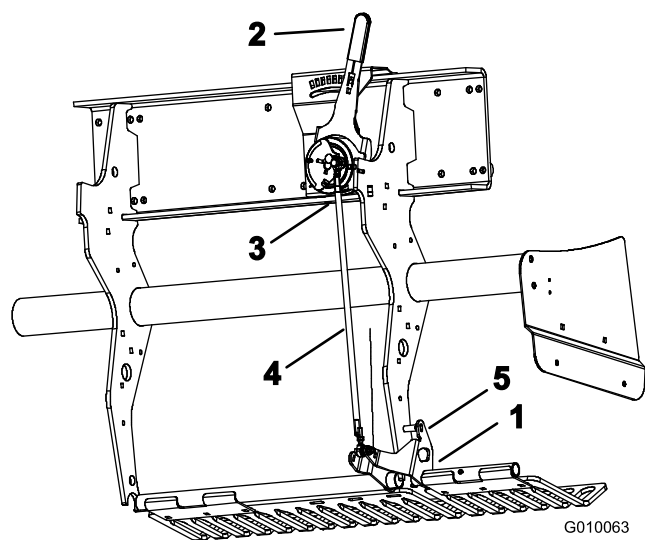

Figure 59
1. Tournez le support de fixation du protège-gazon gauche (Figure 59) jusqu'à ce que la goupille de sécurité (mèche ou vis de 5/16) puisse être introduite entre le support et le tube de réglage de profondeur soudé au châssis.
2. Placez le levier de réglage de profondeur d'aération (Figure 59) à la position "H" (profondeur maximale).
3. Débranchez le commutateur sphérique (Figure 59) du faisceau de câblage (commutateur d'abaissement de tête).
4. Desserrez les écrous de blocage (gauche et droit) sur la biellette de réglage de profondeur (Figure 59).